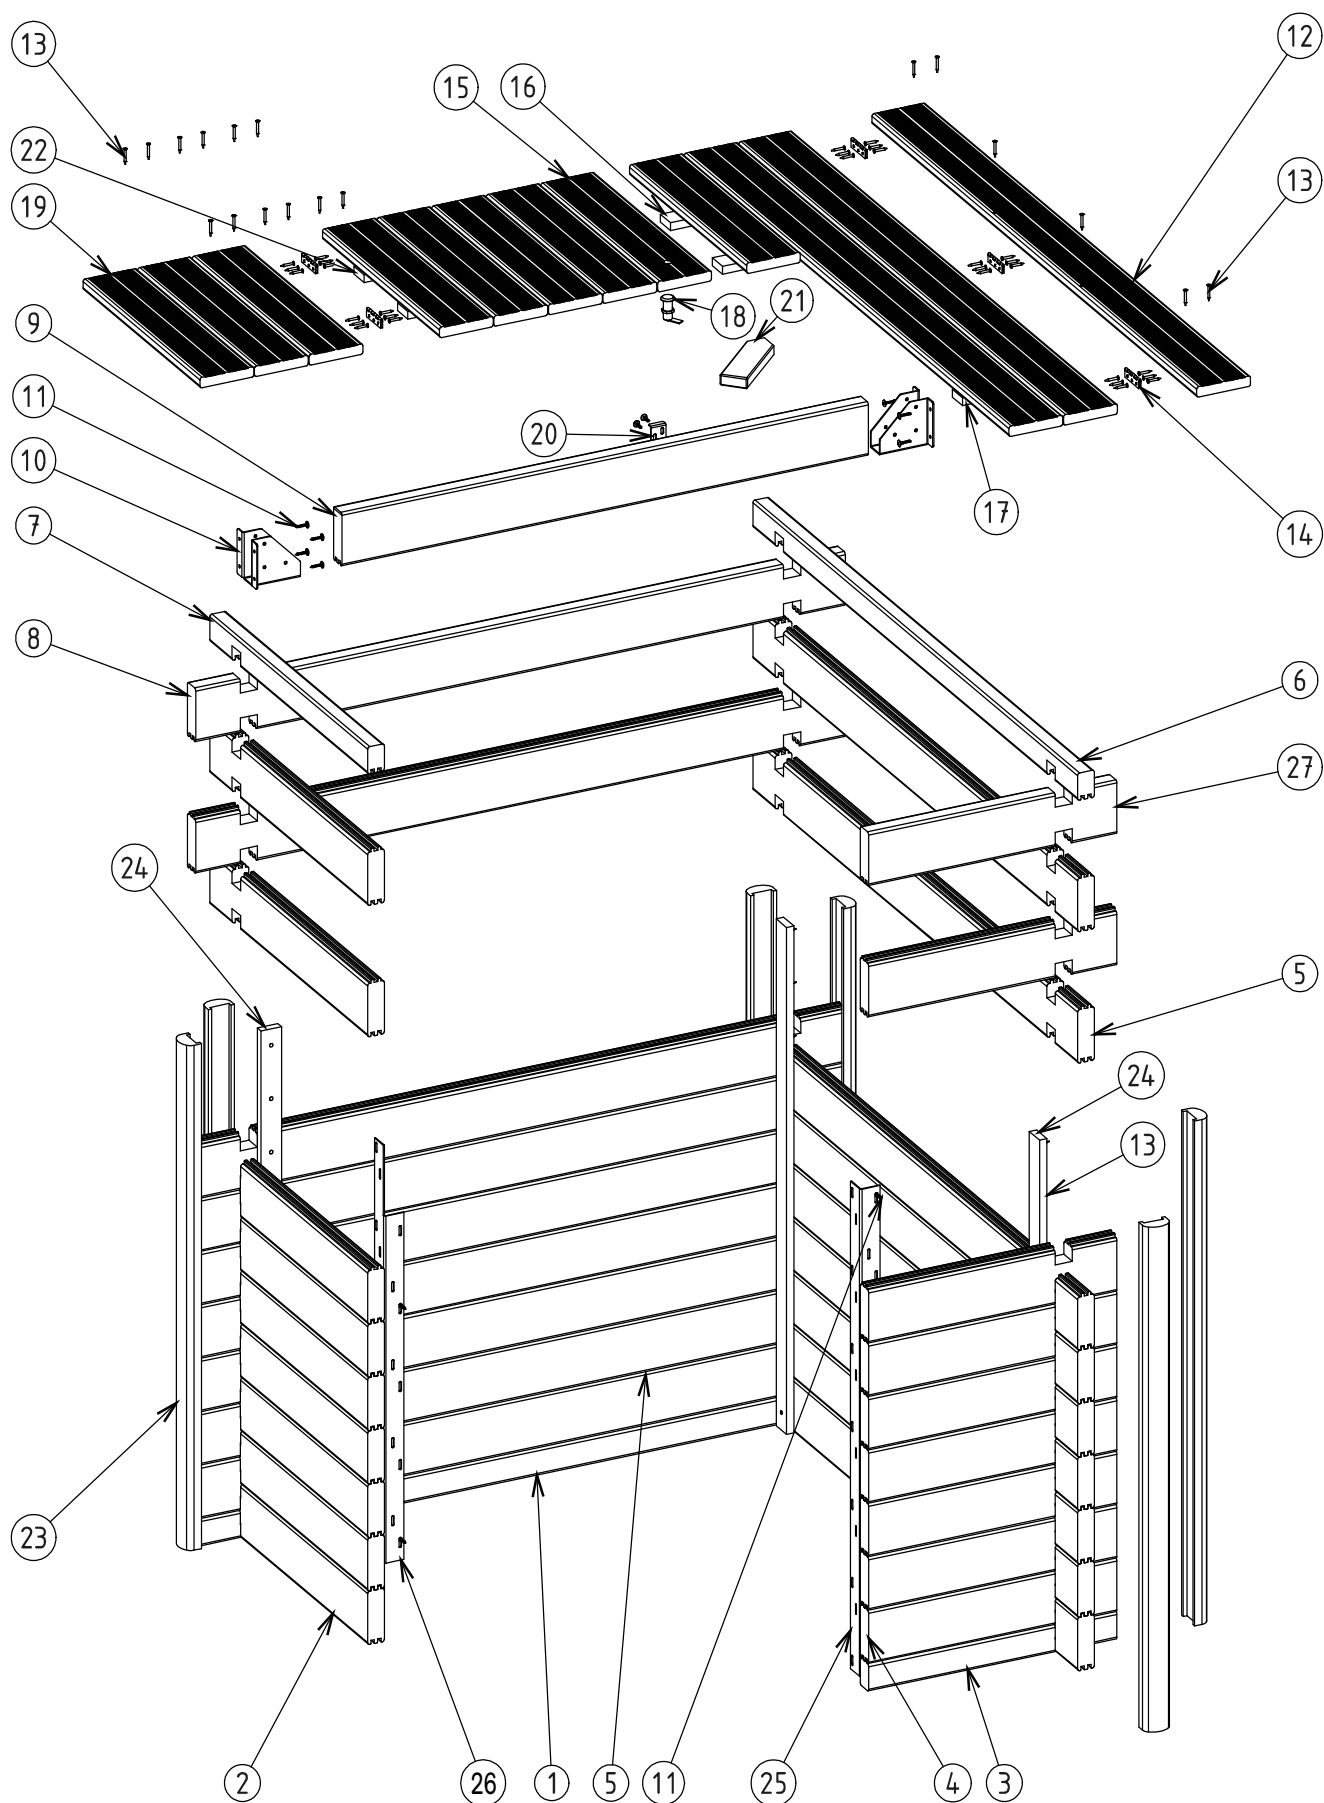

Figure 2
Fixer chaque équerre de maintien à l'intérieur et à ras de chacune des deux extrémités libres (voir figure 2) à l'aide des vis penture 6x30 (18 vis par équerre).
Fixer dans chacun des 3 angles verticaux intérieurs du coffre des tasseaux (repère 24 sur figure 2) de blocage. Utiliser 30 vis bois 5x40.
Visser chacun des 2 sabots de fixation (repère 10 sur figure 2) de la poutre de soutien (repère 9 sur figure 2) aux endroits suivants, à l'aide de 4 vis penture 6x30 par sabot :
1.4.5 Montage des profils de finition des extrémités de paroi (repère 23 sur figure 2)
Afin d'éviter ce désagrément, il convient de substituer cette pièce par celle livrée avec le coffre (n° 21 sur la figure 2), qui comporte une extrémité pointue.
1. A l'aide de 3 vis peinture 4x35 par charnière, visser 3 charnières sur la tranche d'une margelle de caillebotis de 1,75 m de longueur (repère 12 sur figure 2) aux cotes indiquées en figure 10 (pré-percer les trous au besoin avec une mèche à bois de 2 mm) et en suivant les consignes de la figure 9. Cette margelle viendra se fixer sur le haut de la paroi en bout de coffre (voir figure 4).
2. A l'aide de 3 vis peinture 4x35 par charnière, visser 2 charnières sur la tranche d'une margelle de caillebotis de 63 cm de longueur (repère 19 sur figure 2) aux cotes indiquées en figure 10.
1. Constituer le petit battant mobile à 5 margelles de 63 cm de long, en incluant la margelle qui comporte un perçage destiné au montage de la serrure (repère 15 figure 2): fixer les deux tasseaux de 73 cm de long (repère 22 sur figure 2) sous les margelles en respectant les cotes et le jeu de 2 mm entre margelles indiquées en figure 10.
- a. fixer les deux tasseaux de 45 cm de long (repère 16 sur figure 2) sous les 3 margelles en faisant dépasser les tasseaux de 3,5 cm du côté de la margelle de 63cm en respectant les cotes et le jeu de 2 mm entre margelles indiquées en figure 10 ;